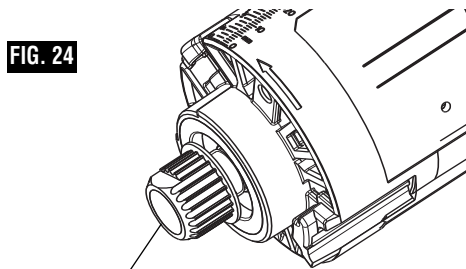

FIG. 24
1. Quite el portaherramienta del motor e instale la polea de accionamiento dentada utilizando la llave de tuerca para el portaherramienta. Asegúrese de que el engranaje de accionamiento esté completamente apretado sobre el husillo del motor. (Fig. 24)